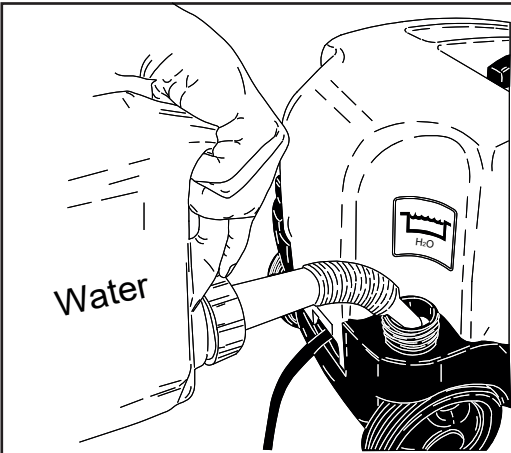

Fig. 3
**IMPORTANT:** Toujours remplir le réservoir d'eau avec de l'eau propre (fig. 3) dont le TH est compris entre 5° et 15°TH.